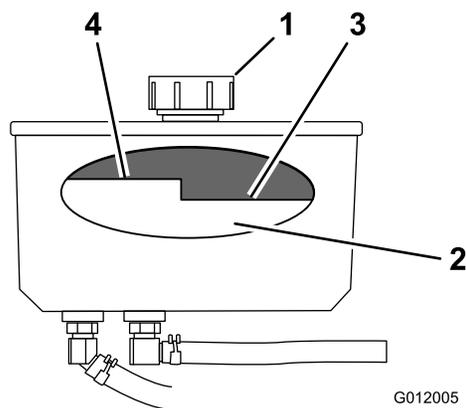

Figura 68
3. Pulite la zona attorno al tappo e al collo del bocchettone del serbatoio idraulico (Figura 68).
4. Togliete il tappo dal collo del bocchettone (Figura 68).
**Nota:** Il livello del fluido (caldo) deve essere inferiore al segno di livello 'caldo' del deflettore (Figura 68).